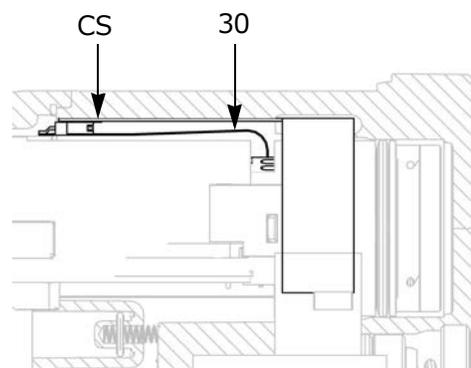

図 26. フレキシブル回路の接続
8. 電源 / タービンアセンブリを、ガン本体 (10) に挿入します。接地ストリップ (EE) がガン本体に接していることを確認してください。
Smart モデルでは： 6 ピンフレキシブル回路 (30) のコネクタの位置をガン本体上部のソケット (CS) と合わせます。図 26 を参照してください。